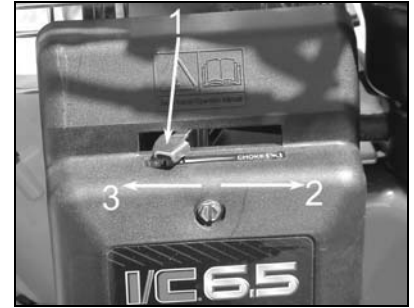

Figure 6
Il sert lors du démarrage à froid. Pour l'actionner, déplacez le levier (figure 6, repère 1) vers l'arrière (figure 6, repère 2). Une fois le démarrage effectué il faut ramener le levier sur la position ouverte (figure 6, repère 3). Ne l'actionnez pas moteur chaud, le moteur ne démarrerait pas.
- Tirez le levier de starter (figure 6, repère 1) vers l'arrière.